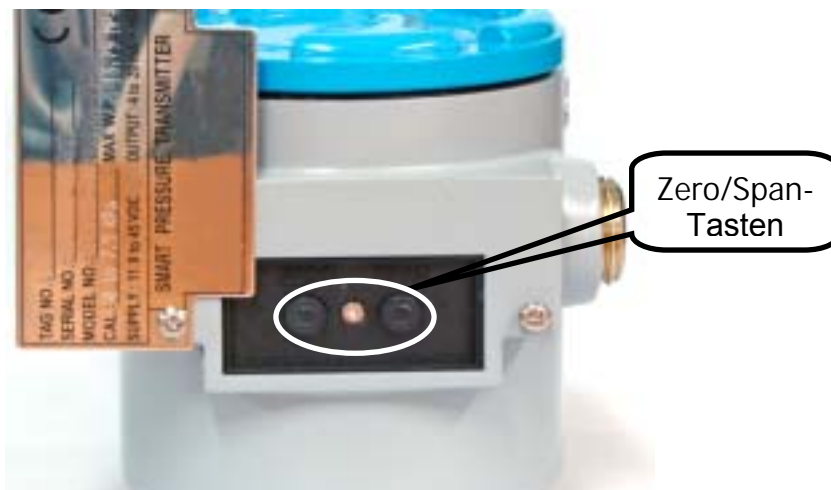

Abb. 5-4 Tasten für Nullpunkt- und Span-Konfiguration des Messumformers
Unter dem Typenschild befinden sich „ZERO“ (Nullpunkt) und „SPAN“ (Spanne) Tasten (Bild 5-4). Mit diesen Drucktasten kann man die Einstellungen für „ZERO“ (Nullpunkt), „SPAN“ (Spanne), „ZERO TRIM“ (Nullpunktgleichung), „ZERO ADJ“ (Nullpunkteinstellung), Einheit, Messbereich, Dämpfung, LCD und Dezimalpunkt vornehmen.
- (b) Das Typenschild aufklappen, um Zugang zu den Zero- und Span-Tasten zu bekommen. (Abb. 5-4)